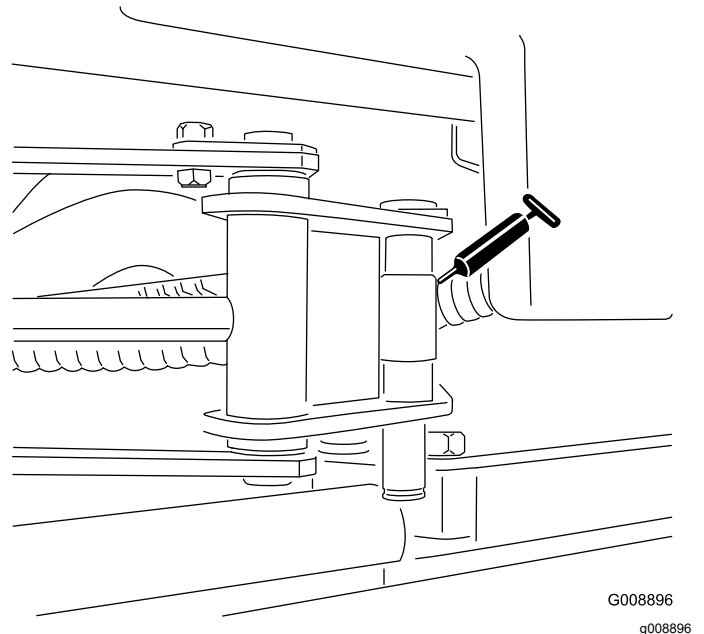

Figura 35
- 2 extremos de cilindro de sidewinder (Figura 35)